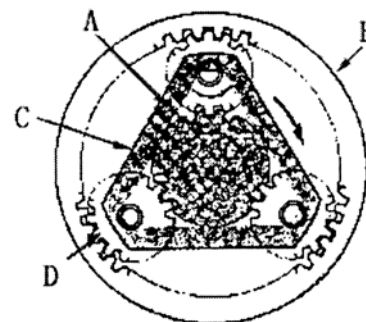

Рис. 5-12.
(1) При фиксированном положении кольцевой шестерни (В)
Момент вращения центральной шестерни (А) передается планетарным шестерням (D). Поскольку кольцевая шестерня (В), сцепленная с планетарными шестернями, находится в фиксированном положении, планетарные шестерни не могут вращаться в том же положении. Момент вращения центральной шестерни (А) передается водилу (С), которое будет вращаться в том же направлении, что и центральная шестерня (см. рис. 5-12).